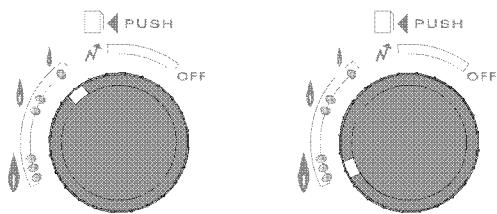

рис. 11
- Данный водонагреватель с автоматической регулировкой мощности оборудован системой позволяющей пользователю установить ограничение максимальной мощности. Для этого установите регулятор (23) в положение между отметками “” и “” (рис. 11).